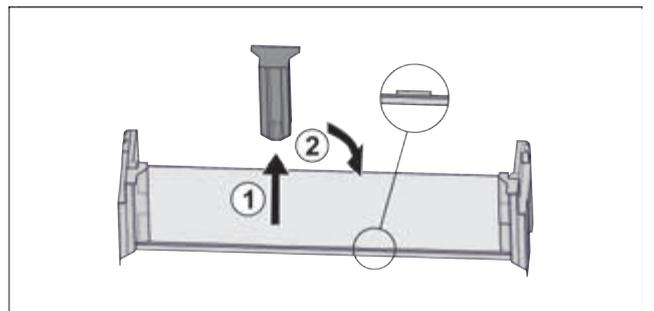

Fig. 22*
- ▶ Витягнути середню деталь для підтримки Fig. 22 (1)*
- ▶ Вставити середню деталь для підтримки на друге положення Fig. 22 (2)*